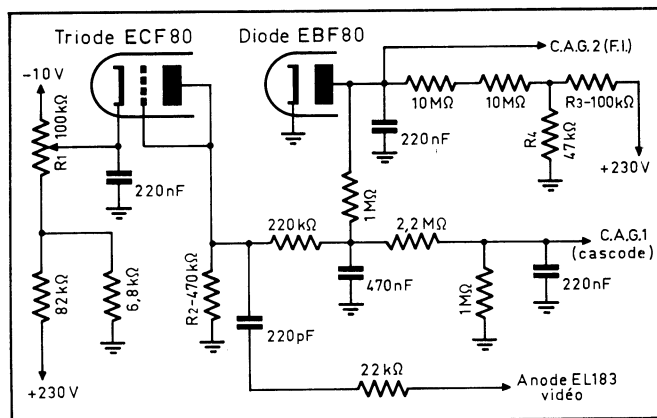

Fig. 10. — Dans ce montage, la tension de régulation est obtenue par un redressement séparé du signal vidéo.
ment séparé du signal vidéo afin d'obtenir la tension de C.A.G. (fig. 10). On utilise, pour cela, la triode d'un ECF 80, dont la pentode travaille en séparatrice. La cathode de cette triode est réunie au curseur du potentiomètre régulateur de contraste ( $R_1$ ), qui permet de faire varier la tension de cathode entre  $-10$  V environ et  $+12$  V.
La triode de la figure 10 est montée en diode (grille et plaque réunies) et reçoit le signal vidéo qui se trouve redressé, de sorte qu'une composante négative apparaît aux bornes de la résistance de charge  $R_2$ , composante négative qui est, évidemment, d'autant plus importante que le signal reçu est plus intense.
## Fonctionnement du système de C.A.G. de la figure 10.
La séparation dans le téléviseur des figures 10 et 12 se fait à l'aide de la pentode ECF80, dont la triode fonctionne en redresseur de tension de C.A.G.
La mesure de la tension négative à la grille du tube séparateur, pour les différentes positions de l'atténuateur de la mire et pour les différents réglages du potentiomètre de contraste  $R_1$  (fig. 10) donne une idée de l'efficacité de la C.A.G., car on constate que cette tension varie relativement peu en présence des variations considérables du signal d'entrée.
**b** et **c** de la figure 10 lorsqu'on fait varier l'amplitude du signal injecté en plaçant l'atténuateur de la « Nova-Mire » successivement sur ses six positions et en ajustant le bouton de contraste ( $R_1$ ) successivement sur  $-8$ ,  $-4$ ,  $0$ ,  $+4$ ,  $+6$  et  $+10$  volts.